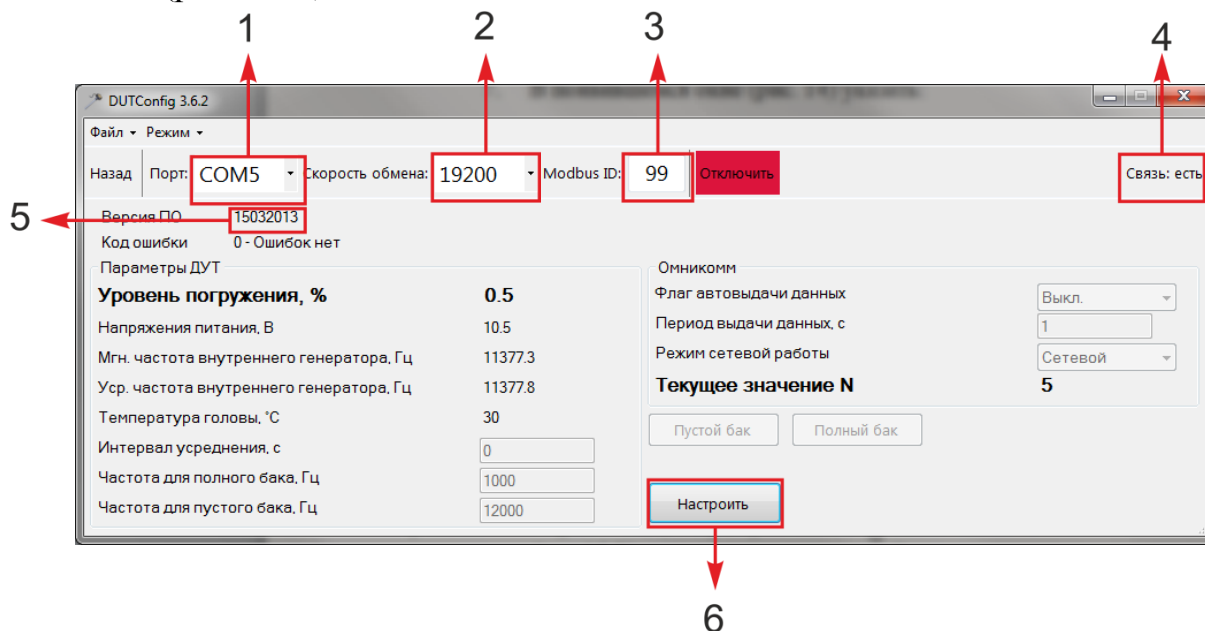

Рисунок 23 – Подключение ДУТ
- Порт подключения (рис. 23,1), его номер можно посмотреть в диспетчере устройств Windows, где он назначен драйверу УСА;
- Скорость обмена (стандартная скорость работы с датчиком – 19200) (рис. 23,2);
6. Нажать кнопку [Подключить], убедиться, что связь с датчиком установлена (рис. 23,4). При успешном подключении в главном окне программы появится версия ПО (рис. 23,5) и ID датчика (рис. 23,3).
2. Нажать кнопку [Настроить] (рис. 23,6);
1. Нажать кнопку [Настроить] (рис. 23,6).